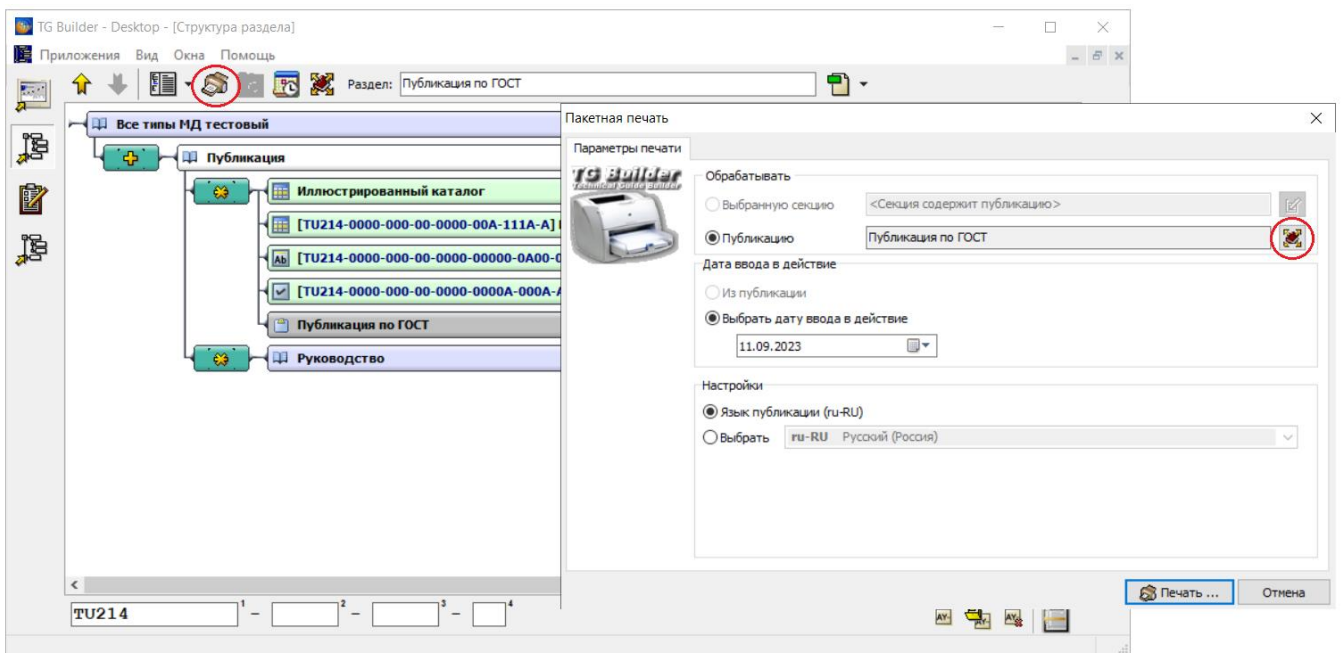

Рисунок 939
1) В редакторе структуры документа нажмите на кнопку **Пакетная печать**  (рисунок 939).